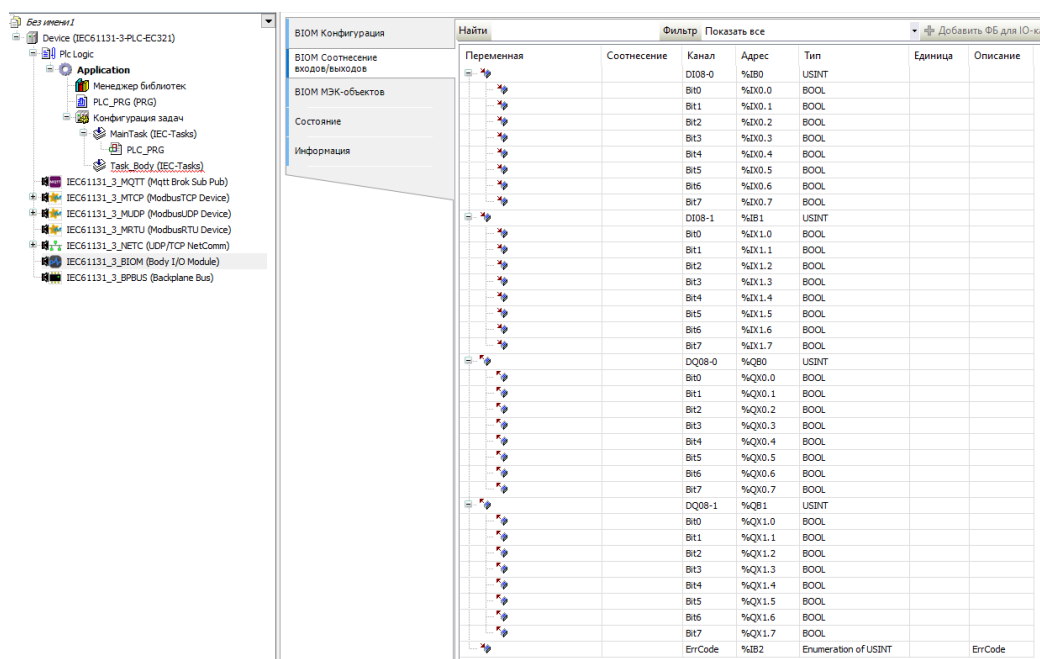

Рисунок 22 – Сопоставление адресов собственных интерфейсов ввода и вывода
- **VIOM I/O Mapping** - сопоставление адресов собственных интерфейсов ввода и вывода (Рисунок 22).